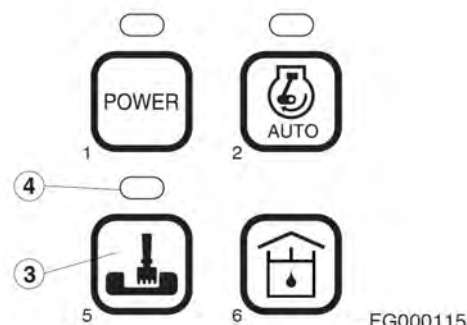

Рис. 51
1. Когда переключатель стартера установлен во включенное положение (ON), режим работы автоматически устанавливается на режим земляных работ.
2. Следует выбрать надлежащий режим работы с помощью переключателей (3, рис. 51) до начала работы.
3. Когда нажата кнопка режима мощности (3, рис. 51), изменение режима мощности на "Digging Mode" (земляные работы) или "Trenching Mode" (рытье траншей) сопровождается звуковым сигналом. При выборе режима рытья траншей загорится светодиодный индикатор (4, рис. 51). При выборе режима выемки грунта светодиодный индикатор (4, рис. 51) гаснет.